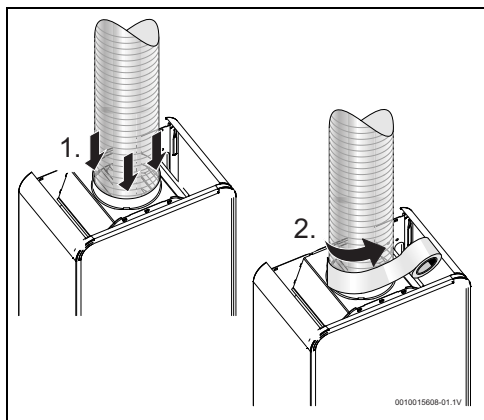

Fig. 11
- ser introduzida no interior do anel da chaminé (→ dimensão do anel na Tab. 4), sem folgas, e apoiada nos encaixes. Na existência de folgas, a ligação tem de ser vedada com material adequado (Fig. 11),